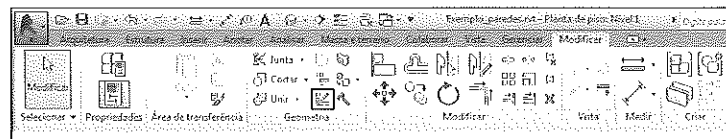
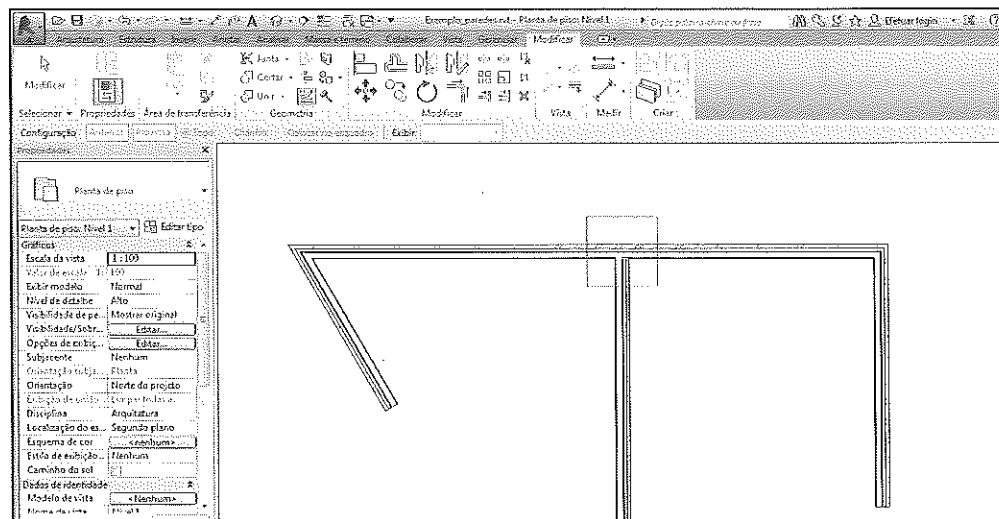

Figura 5.103 – Ferramenta Unções de parede - para fazer arremate de paredes.
Figura 5.104 – Seleção do tipo de arremate.
1. Na aba **Modificar** selecione **Unções de parede**, Figura 5.103, e passe o cursor por cima das paredes até que surja um quadrado, Figura 5.104. Em seguida, note que na barra superior aparecem as opções **Topo**, **Chanfro** e **Colocar no esquadro**; selecione uma delas para mudar o arremate.